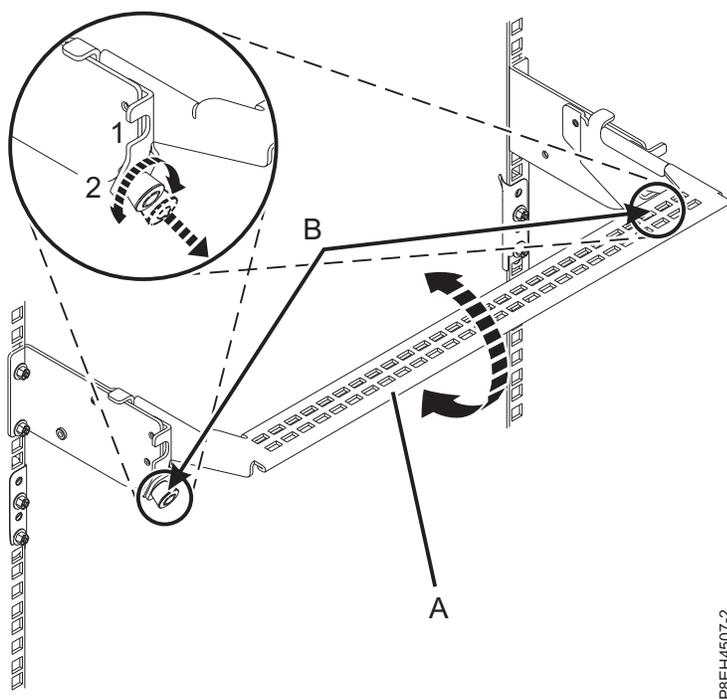

図2. ケーブル管理ブラケットの保守位置への設置
5. PCIe3 拡張ドローの背面で、ケーブル管理ブラケットを保守位置に置きます。3 ページの図2を参照してください。
- a. 1/4 回転ファスナー (B) を引き出し、ケーブル管理ブラケット (A) を上げた位置 (1) まで持ち上げながらそれらのファスナーを回転させて解放します。
- b. 1/4 回転ファスナー (B) を回転させ、ブラケットにかみ合わせて所定の位置にロックします。